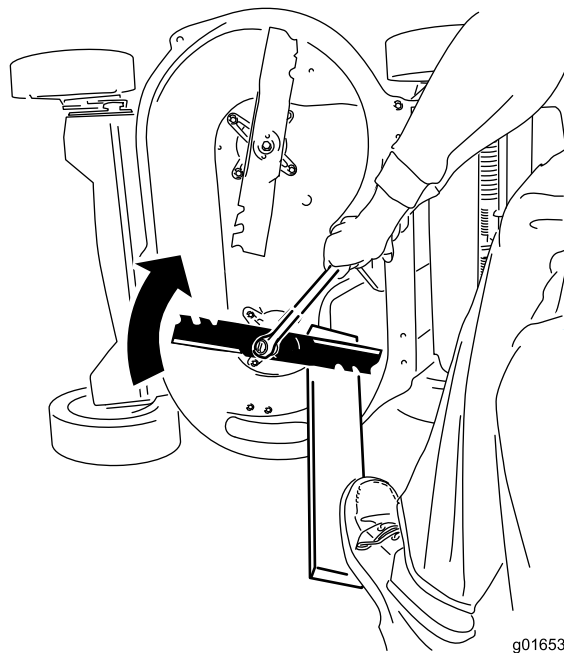

Рисунок 40
2. Удерживайте каждый нож неподвижно с помощью доски и заверните болт крепления ножа по часовой стрелке с помощью динамометрического ключа, как показано на Рисунок 40; затяните каждый болт крепления ножа с моментом 82 Н·м (60 фунт-футов).